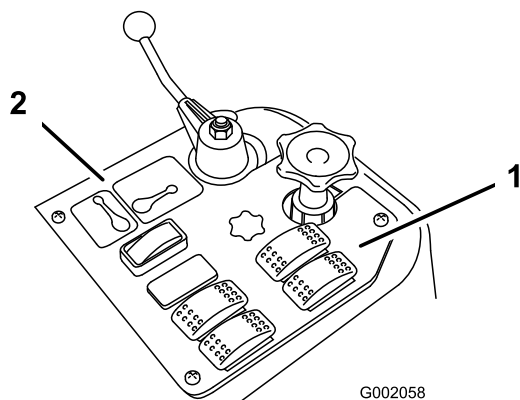
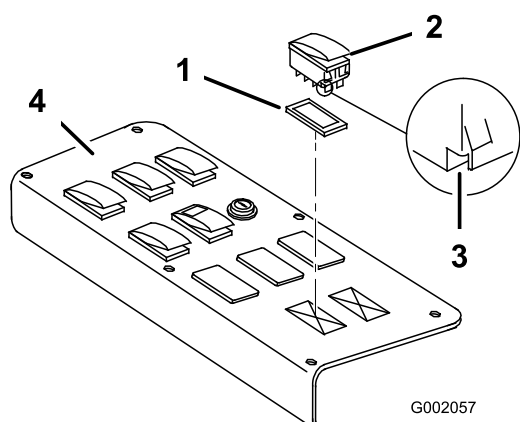

Figure 24
Figure 25
2. Soulevez et déposez les 2 caches du panneau de commande de pulvérisation sur le véhicule, et remplacez-les par les 2 interrupteurs à bascule fournis (voir la Figure 24 pour le Multi Pro 1200 et la Figure 25 pour le Multi Pro 1250).
Remarque: Orientez les interrupteurs comme illustré à la Figure 25, avec l'encoche dirigée vers l'arrière du véhicule.